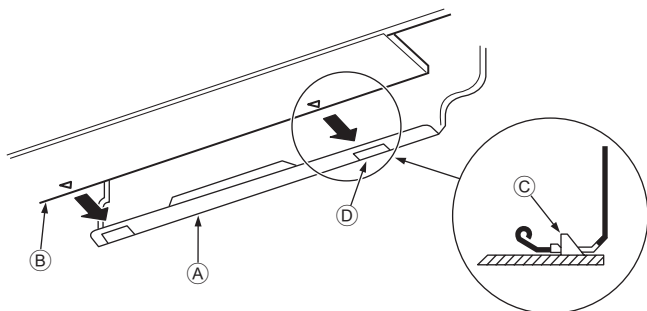

Fig. 3-15
3. Hängen Sie den oberen Teil der Innenanlage an die Montageplatte ①, während Sie die Kältemittelleitung und das Abflussrohr in die Wandöffnung (Tülle) einführen.
5. Befestigen Sie die Innenanlage, indem Sie sie gegen die Montageplatte ① drücken. (Fig. 3-15)
- * Vergewissern Sie sich, dass die Knöpfe unten an der Innenanlage sicher in die Montageplatte ① eingehängt sind.
- ① Montageplatte
- ② Innenanlage
- ③ Haken
- ④ Rechteckige Öffnung